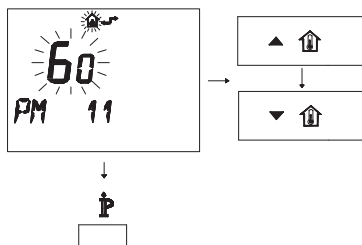

Figura 5.43
- Para modificar el punto de consigna programado use los botones  o  y espere a que el número programado comience a parpadear (Figura 5.43). Cada paso de aumento o reducción equivale a 1 segundo.